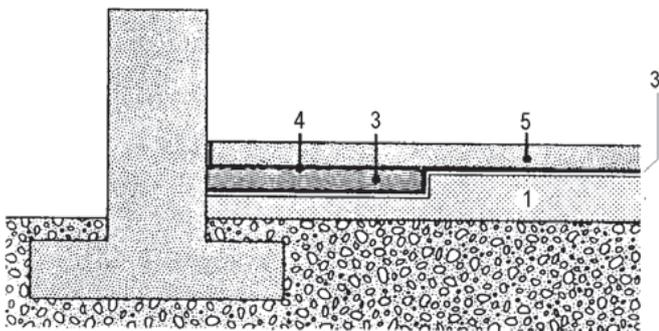

Figura 15.
b) Isolamento por baixo da laje de pavimento (Figura 15)